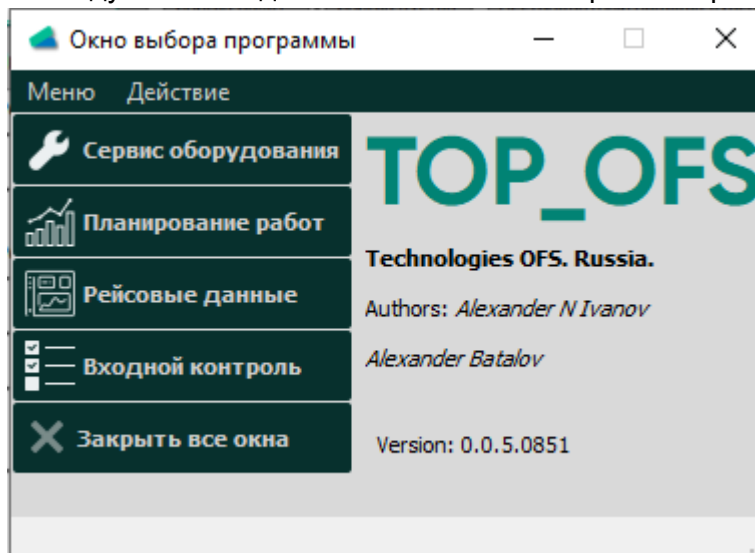

Рис.1
- Для запуска модуля необходимо нажать на “Планирование работ” (Рис.1)